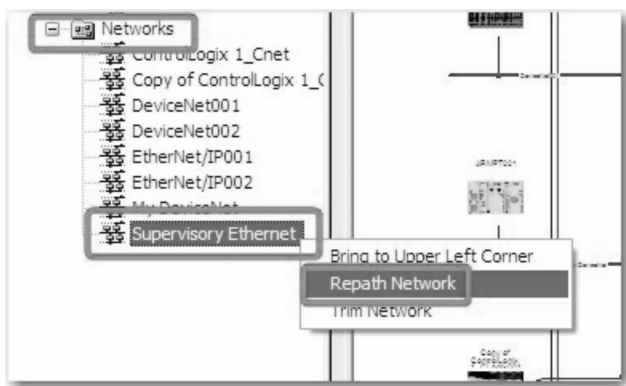

图 26-204 网络列表
7. 也可“重新规划”或重画架构视图中的网络线路。在左侧的树列表中，右键单击 Supervisory Ethernet 项，然后选择“重新规划网络”（Repath Network），如图 26-204 所示。